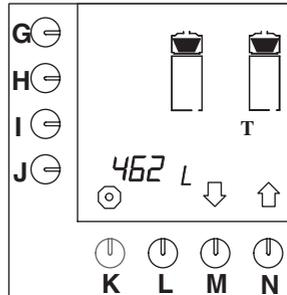

Abb. 50 Gesamtzählwerk für das Kaffeebrühsystem
- Drücken Sie auf die Wahltaete (N.)↑, bis Abb.50 im Display erscheint.